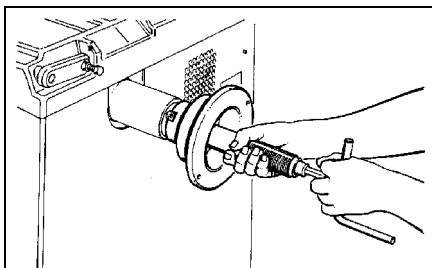

рис.9
- на **рис.9** показана система крепления **конусных фланцев**.